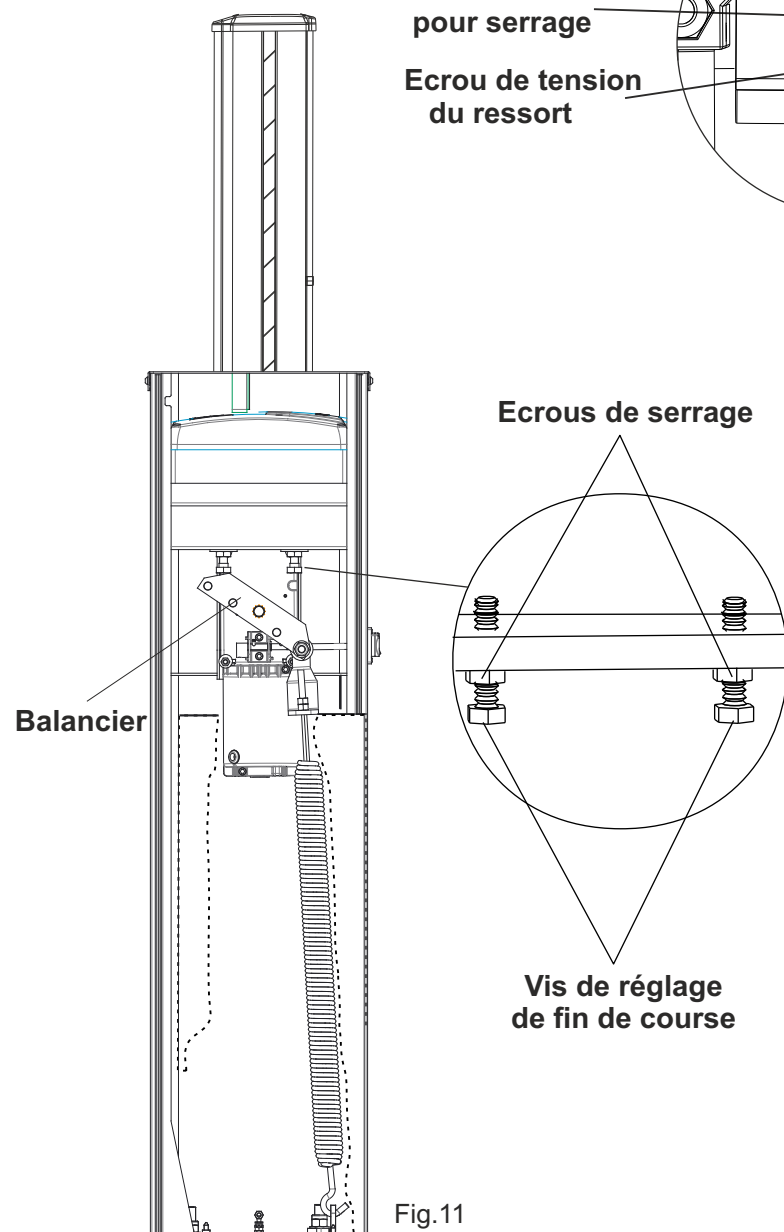

Fig.11
- Déverrouiller les vis du fin de course en dévissant les écrous de serrage fixés sur les stops mécaniques (Fig.11).
- Dévisser ou visser les vis de fin de course afin que la lisse se bloque en position parfaitement verticale en ouverture (Fig.11), et en position parfaitement horizontale en fermeture.